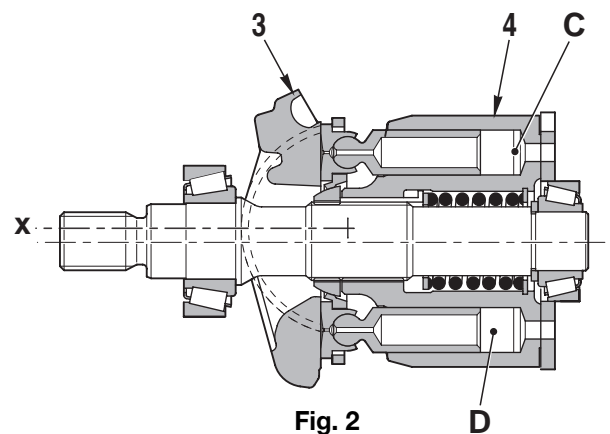

Fig. 2
- 3 - Quand l'axe X du plateau oscillant (3) et l'axe du bloc-cylindres (4) sont parallèles (angle d'inclinaison du plateau oscillant « $\alpha = 0$ »), la différence entre les volumes C et D dans le bloc-cylindres (6) devient 0 et les phases d'aspiration et de refoulement ne se font pas (Fig. 2). (En pratique, l'angle d'inclinaison du plateau oscillant « α », ne devient jamais égal à 0).